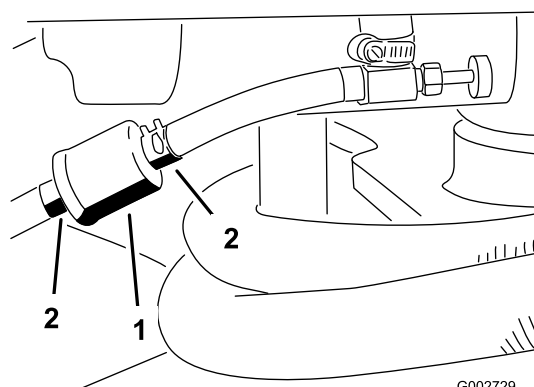

Bild 29
1. Schließen Sie den Kraftstoffhahn, lockern die Schlauchklemme an der Vergaserseite des Filters und ziehen die Kraftstoffleitung vom Filter ab (Bild 29).